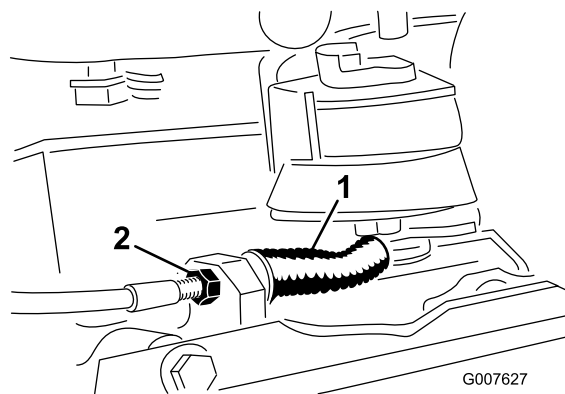

Figura 37
- Per ridurre la tensione del cavo, allentate il controdado del cavo anteriore e serrate il controdado posteriore (Figura 37). All'occorrenza, ripetete i punti 1 e 2 e regolate di nuovo.
- Per aumentare la tensione del cavo, serrate il controdado del cavo anteriore e allentate il controdado posteriore (Figura 37). All'occorrenza, ripetete i punti 1 e 2 e regolate di nuovo.